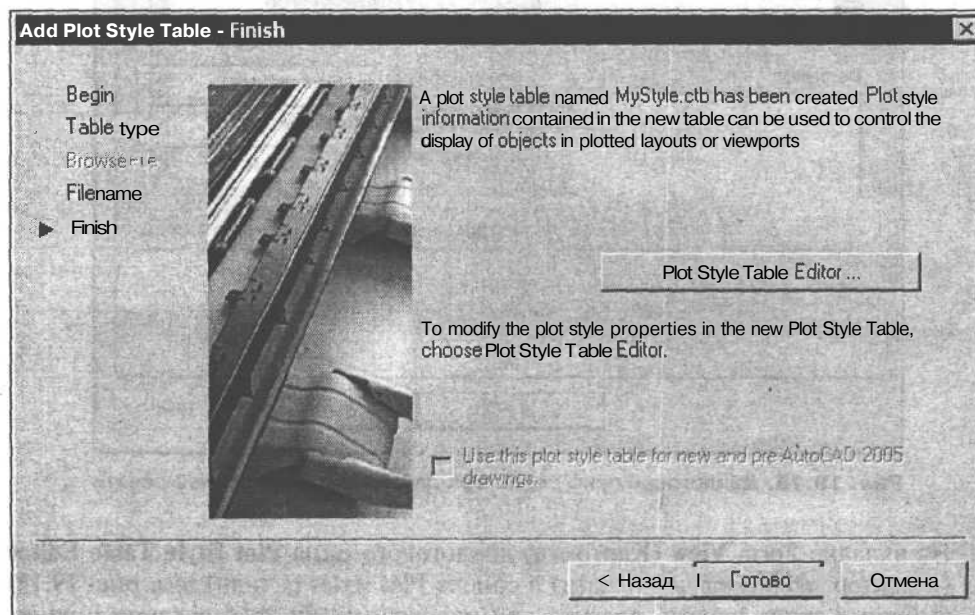

Рис. 19.14. Последняя страница Мастера создания стилей печати
6. Щелкните мышью на кнопке **Next** (Далее) для перехода к последней странице **Finish** (Конец) Мастера создания стилей печати (рис. 19.14).
9. Щелкните мышью на кнопке **Save & Close** (Принять) для выхода из редактора стилей печати. Появится последняя страница Мастера создания стилей печати (см. рис. 19.14).